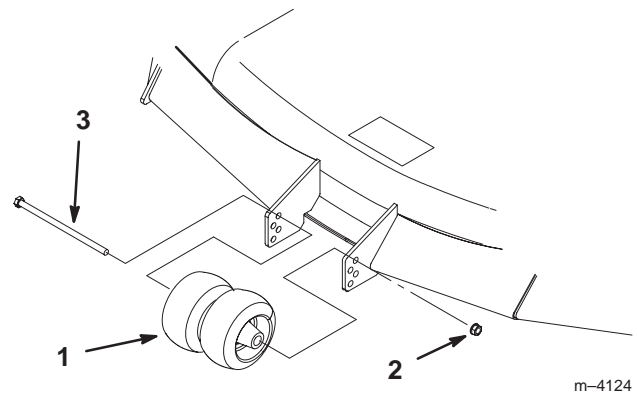

Figure 23
- Lorsque la hauteur de coupe est réglée, enlevez le boulon et l'écrou (Fig. 23).
- Choisissez le trou pour que la roue de jauge se trouve le plus près possible de la hauteur de coupe correspondante voulue (Fig. 23).
- Remettez le boulon, les galets centraux et l'écrou (Fig. 23).